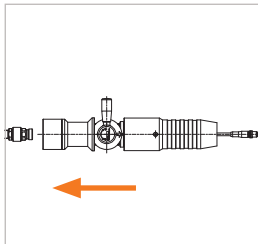

Figure 6
- ▶ Insérez le nozzle de ravitaillement dans le réceptacle du véhicule jusqu'en butée et maintenez le nozzle dans cette position (position OFF) (Figure 6).